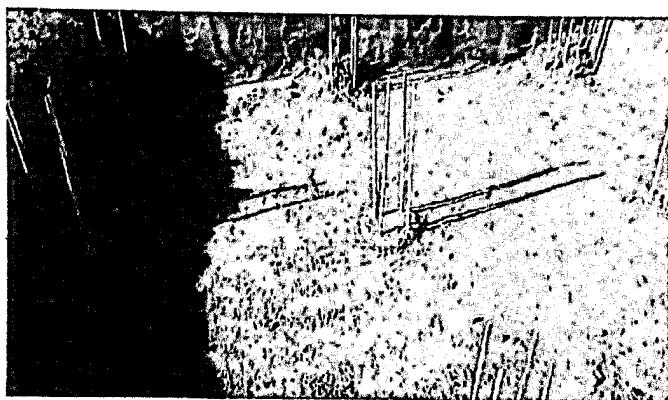

Figura 6
- Realizar as 9 estacas; conforme mostrado na Figura 6. As estacas devem ser dimensionadas conforme características do solo, para isso recomenda-se utilizar de pesquisa geotécnica e cálculo por engenheiro habilitado e missão de ART.